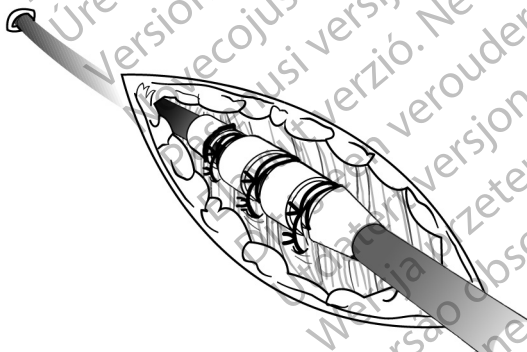

Figure 10. Exemple de manchon de suture, technique d'implantation percutanée
1. Peler la gaine du désilet et glisser le manchon de suture profondément dans les tissus (Figure 10 Exemple de manchon de suture, technique d'implantation percutanée en page 28).